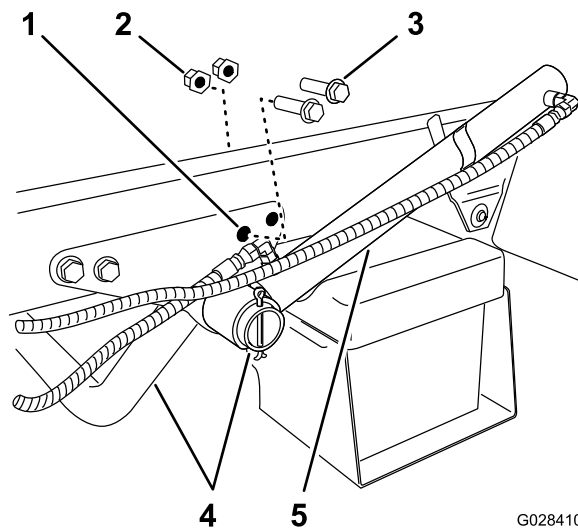

Bild 6
mit denen die Stützhalterung für das Motorrohr am Rahmen der Maschine befestigt ist (Bild 6).
- Drehen Sie den Hubzylinder, um einen Abstand für das Montieren der Befestigungshalterung am Behältergestell zu schaffen (Bild 6).